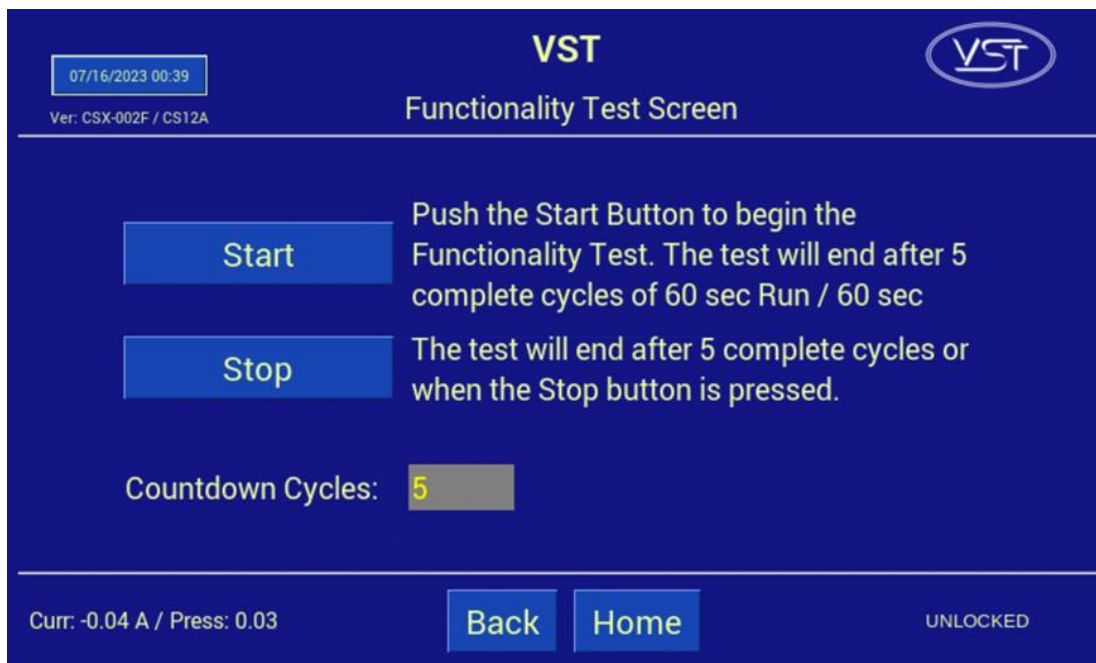

Figura 7-6: Botón de confirmación de la prueba de funcionamiento
3. Para iniciar la prueba de funcionalidad, presione el botón Start. **Vea la Figura 7-6.**